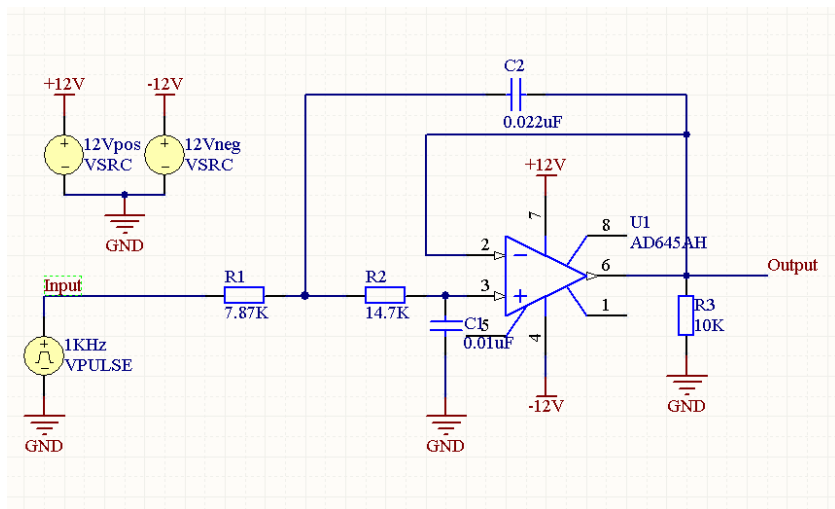

图 6.3 绘制完成的电路原理图
(9) 采用同样方式，在工作区布置一个-12V 的电压源和一个频率为 1K 的脉冲电压信号源。
(10) 在原理图工作区布置导线和电源标志，同时布置两个电路节点“Input”和“Output”，绘制的电路原理图如图 6.3 所示。